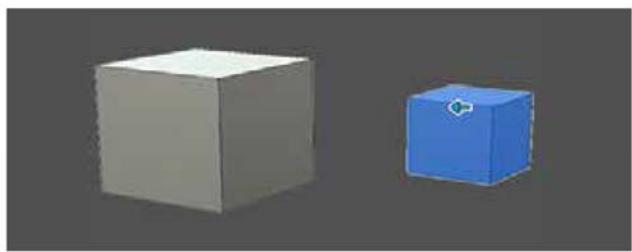

图 2-72
(7) **缩放:** 缩放草图、对象或零部件。选择要缩放的对象，然后指定比例系数，如图 2-72 所示。